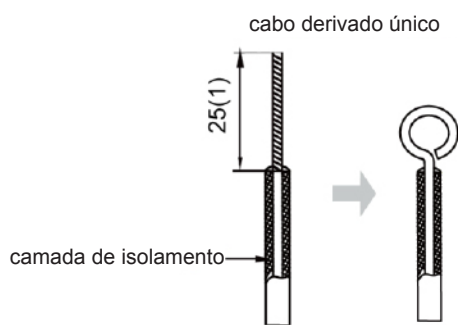

Fig. 13
- (1) A ligação do cabo (como mostrado na Fig. 13).